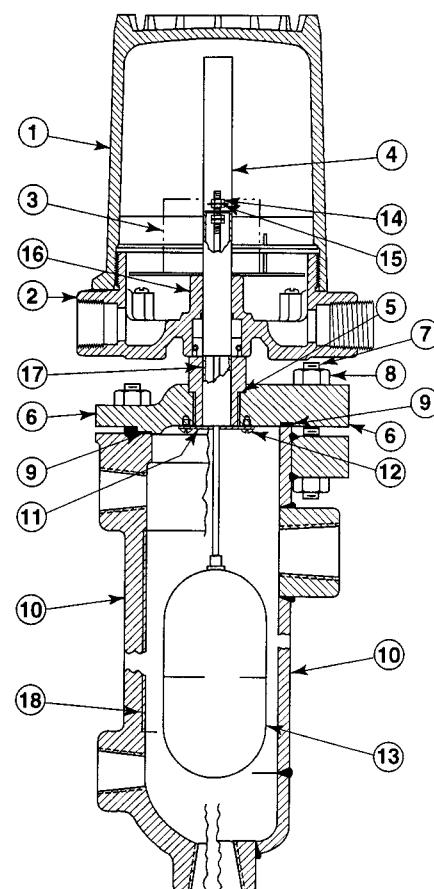

Рис. 8
3. Снимите узл корпуса проключатлй, ослабив штигранную гайку, которая расположена сразу под основанием корпуса (см. рис. 8).